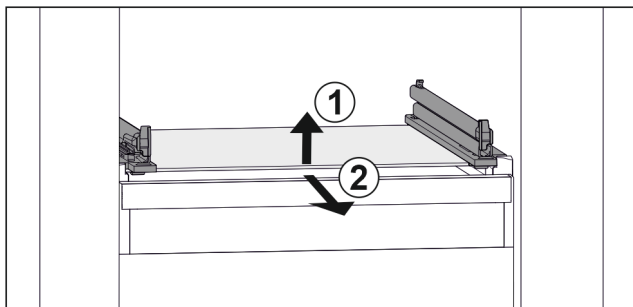

Fig. 160 Příklad znázornění skleněné desky
- Nadzvedněte skleněnou desku vpředu. Fig. 160 (1)
- Vyjměte skleněnou desku dopředu. Fig. 160 (2)